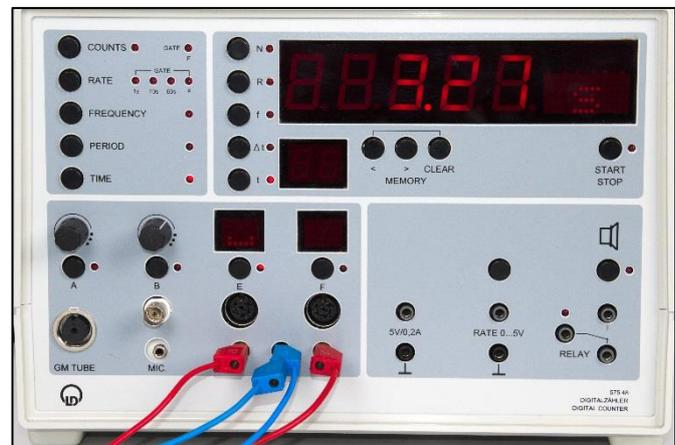
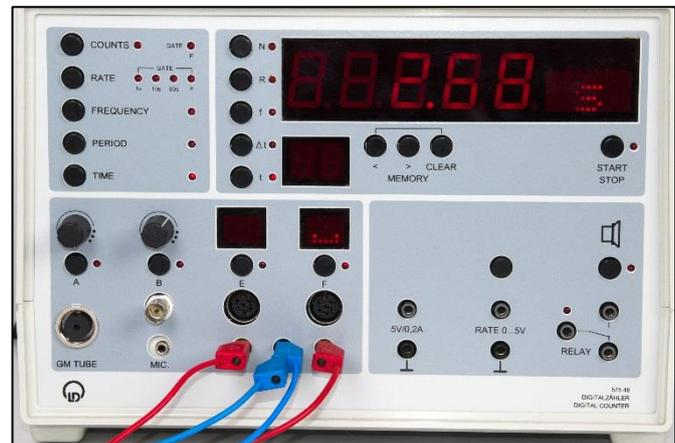

Fig. 13: Auslesen des Speichers, Wert für Eingang E.
Fig. 14: Auslesen des Speichers, Wert für Eingang F.
- Dieser Zähler verfügt über einen Messwertspeicher. Durch Drücken des Knopfes „START/STOP“ wird automatisch ein neuer Speicherplatz beschrieben. Diese sind durchnummeriert, und lassen sich durch Drücken der Knöpfe „<“ und „>“ durchsehen. Diese befinden sich unterhalb der Anzeige. Jeder Wert bezieht sich nur auf einen Eingang. Welchem Eingang ein Wert zugeordnet ist, wird angezeigt, indem die Digitalanzeige des entsprechenden Einganges das Symbol „t“ zeigt. Zum Löschen eines Speicherplatzes während des Einsehens desjenigen Wertes den Knopf „CLEAR“, der sich rechts von „<“ und „>“ befindet, drücken. Dazu siehe auch Gebrauchsanweisung des Digitalzählers oder Fig. 13 und Fig. 14.